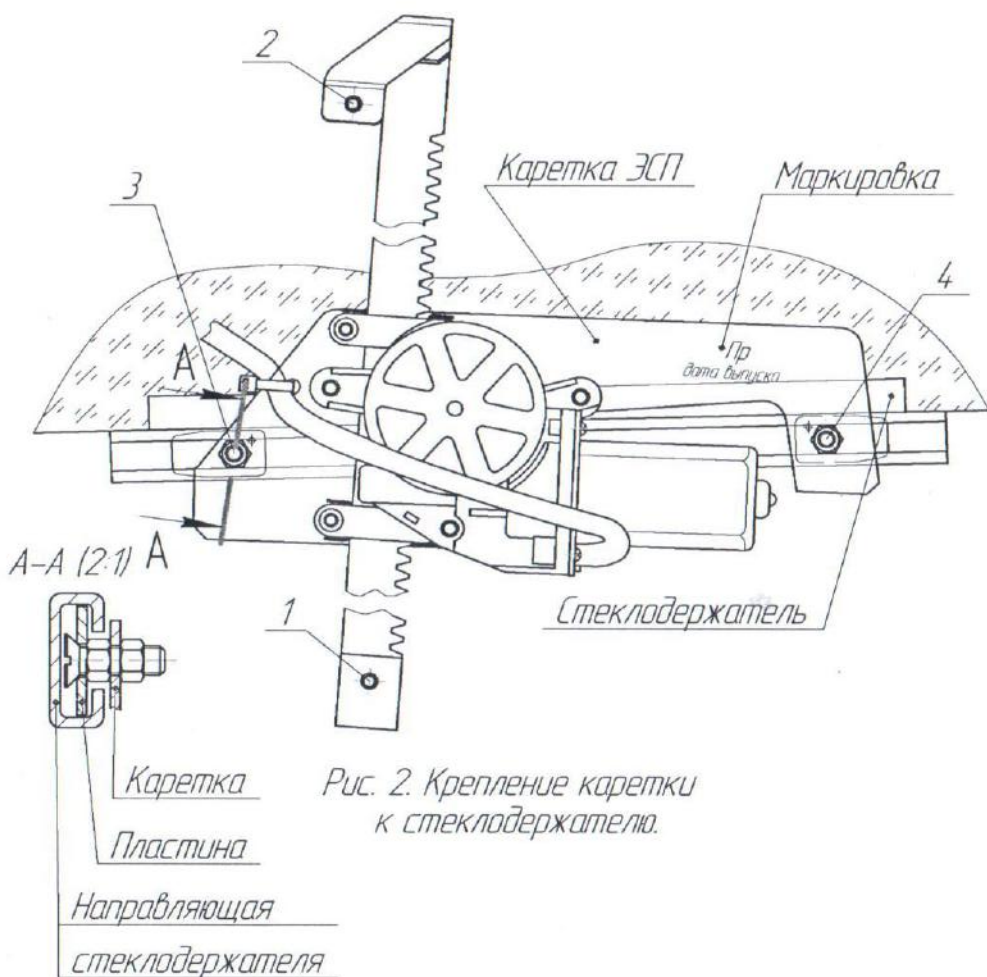

Рис. 2. Крепление коретки к стеклодержателю.
6.5.3. Установить одну пластину с приваренным винтом М6 на каретку в отверстие «3» (см. рис. 2) и закрепить гайками М6 (из комплекта монтажных и крепежных деталей).
6.5.4. Опуская стекло вниз, вторую пластину с приваренным винтом М6 завести в направляющую стеклодержателя (см. рис. 2), закрепить гайкой М6 (из комплекта монтажных и крепежных деталей).
6.5.6. Опуская стекло вниз, завести пластину на каретке в направляющую стеклодержателя. (см. рис. 2 разрез А-А).